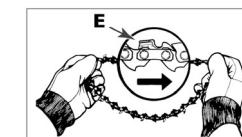

Fig. 3C
1. Despliegue la cadena con los bordes de corte (E) de la cadena orientados en el SENTIDO DE LA ROTACIÓN. (Ver Fig. 3C)
2. Sitúe la cadena sobre la rueda de tracción (F), introduciendo los